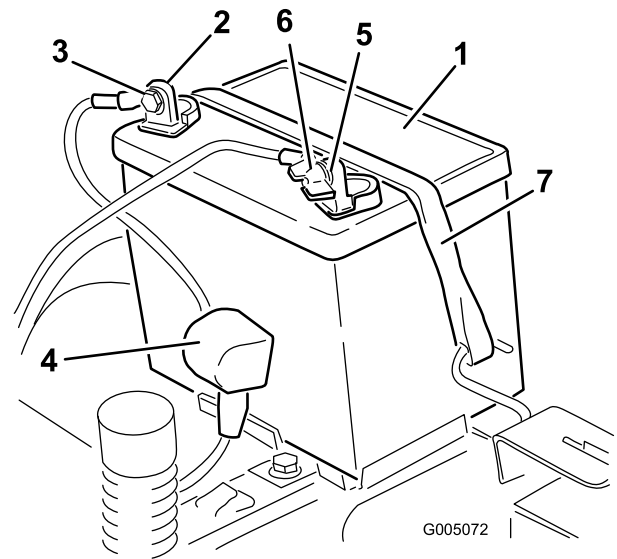

Figura 41
4. Desconecte el cable negativo de tierra (negro) del borne de la batería (Figura 41). Guarde todos los herrajes.
5. Deslice hacia arriba la cubierta de goma del cable positivo (rojo). Desconecte el cable positivo (rojo) del borne de la batería (Figura 41). Guarde todos los herrajes.
6. Retire la correa de sujeción de la batería (Figura 41) y levante la batería para retirarla de su bandeja.
1. Coloque la batería en la bandeja (Figura 41).
5. Fije la batería con la correa de sujeción (Figura 41).